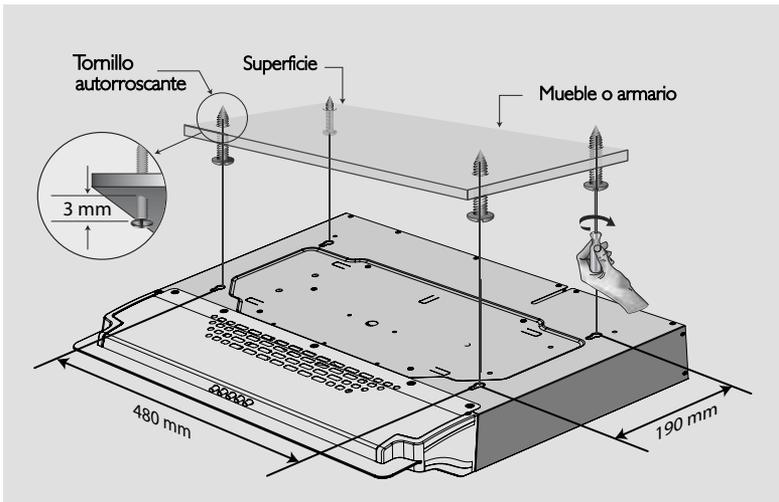

Figura 5
- Apoyando la cara superior de la campana sobre la superficie de instalación, marque los puntos donde se ubicarán los tornillos. Verifique que las medidas entre perforaciones coincidan con las indicadas en la figura 5.